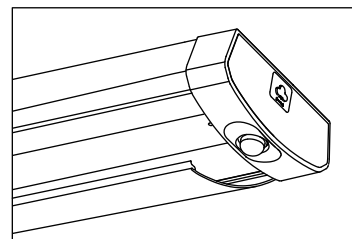

Figure 12
5. Pour installer le diffuseur (B) – en débutant à un bout du boîtier du luminaire, insérer la fente du diffuseur sur le bord du boîtier du luminaire – Voir la figure 12. Comprimer soigneusement le diffuseur pour engager le côté opposé dans le boîtier du luminaire. Poursuivre cette action sur toute la longueur du diffuseur jusqu'à ce qu'il soit entièrement installé dans le luminaire (Figure 12). Rétablir l'alimentation dans le disjoncteur et tester la lumière.